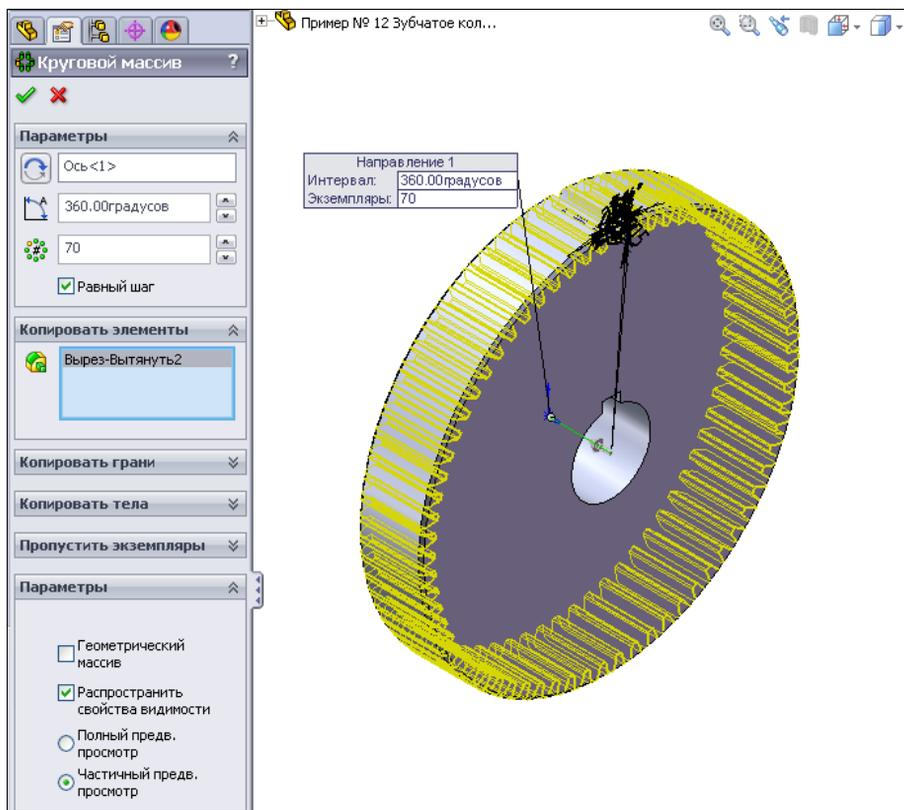

Рис. 2.150
- При помощи кругового массива скопируем впадину зуба. Для этого нажмем кнопку  — **Круговой массив**. На экране появится окно **Круговой массив**. В разделе **Параметры** укажем ось массива посредством меню **Вид | Временные оси**. В трехмерной модели детали появится ось, которую необходимо выделить. Ее название отобразится в разделе **Параметры** (рис. 2.150). В этом разделе также укажем суммарный угол массива — 360° , количество копируемых элементов (впадин) — 70, поставим флажок **Равный шаг** (рис. 2.150). В разделе **Копировать элементы** необходимо обозначить вырез зуба — **Вырез-Вытянуть2** (рис. 2.150).